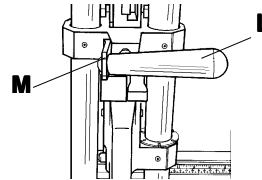

Figure 13
The **HARDBOARD HANDLE (L)** and **HANDLE BRACKET (M)** are shipped in the box with the **PILLAR POSTS**. Install them to the head as shown in **Figure 13** with the screws and washers provided.
Der **HARTFASERPLATTENGRIF (L)** und die **GRIFHALTERUNG (M)** werden zusammen mit den Haltern in einem Karton geliefert. Wie in **Abbildung 13** gezeigt befestigen Sie diese mit den mitgelieferten Schrauben und Unterlegscheiben am Schneidekopf.
La **POIGNÉE POUR LA COUPE DE L'ISOREL (L)** et la **BRIDE DE LA POIGNÉE (M)** sont expédiées dans le carton contenant les **OUTILS**. Installez-les sur la tête comme il est illustré dans la **Figure 13**, à l'aide des vis et des rondelles fournies.